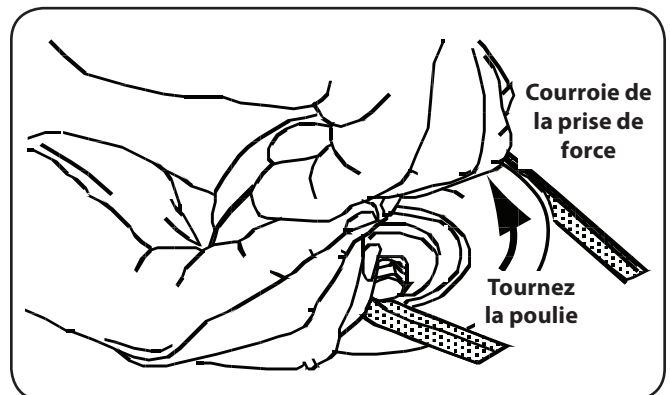

Figure 7-9
8. Tirez sur le côté droit de la courroie et placez le côté étroit en V sur la courroie de la prise de force. Voir la Figure 7-9.
9. Tenez bien la courroie et la poulie et faites tourner la poulie vers la gauche (Voir la Figure 7-9). Continuez jusqu'à ce que la courroie soit bien assise dans la poulie de la prise de force.